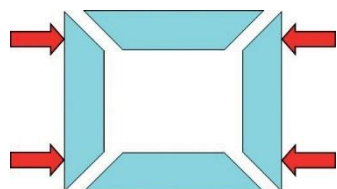

Abbildung 9: Mit Blick auf eine Ecke erkennen Sie, dass sich beim Diagonalschub nur ein Stab bewegt
Bei diesem Verfahren wird ein Stab diagonal an den anderen Stab „reibend“ angepresst. Hierbei wird – wenn Sie eine Ecke betrachten – nur ein Stab bewegt. Der andere Stab ist in seiner Position fest (Abbildung 9).
- Messen Sie regelmäßig die Temperatur direkt am Spiegel im Schweißbereich mit einem Kontaktmessfühler (siehe Abb. 9). Infrarot-Thermometer sind nicht zulässig, weil sich zwischen PTFE-Folie und Spiegel ein Luftpolster bildet, das den angezeigten Temperaturwert verfälscht.